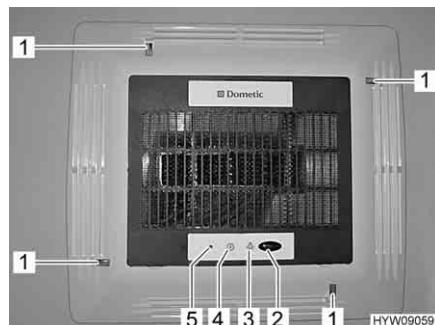

Fig. 125 Unità a soffitto
- Premere il tasto On/Off (Fig. 125,4) sull'unità a soffitto. Una pressione breve inserisce la modalità standby, una pressione lunga inserisce l'impianto di climatizzazione.
- Premere il tasto On/Off (Fig. 125,4) sull'unità a soffitto. L'impianto di climatizzazione è disinserito.
**Diodo luminoso** Il diodo luminoso (LED) (Fig. 125,5) sull'unità a soffitto (Fig. 125) indica lo stato di funzionamento dell'impianto di climatizzazione:
- Premere brevemente il tasto illuminazione (Fig. 125,3) nell'unità a soffitto.
- Direzionare le lamelle della bocchetta di uscita aria dell'unità a soffitto nella posizione desiderata, servendosi delle rotelle di regolazione (Fig. 125,1).
- Puntare il trasmettitore a infrarossi del telecomando verso il ricevitore a infrarossi (Fig. 125,2) sull'unità a soffitto.